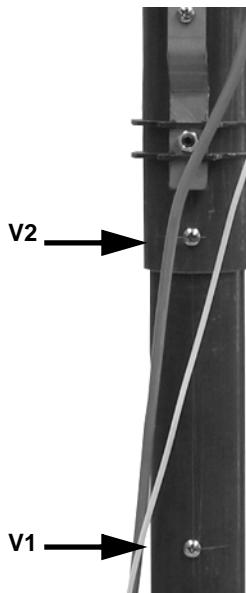

Рис. 18
- 1 Снять винты **V1** и **V2**, указанные на Рис. 18